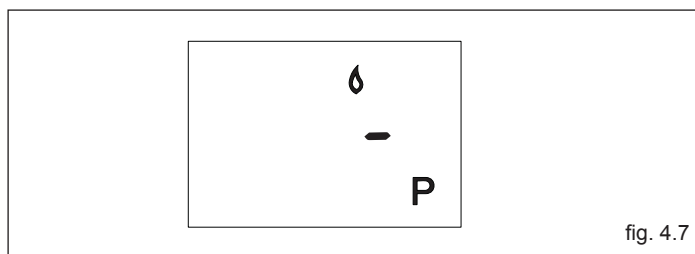

fig. 4.7
**Preriscaldamento** (acqua calda più veloce): ruotando la manopola regolazione temperatura acqua sanitaria (fig. 4.6) sul simbolo  si attiva la funzione preriscaldamento, il visualizzatore mostra il simbolo **P** fisso. Riportare la manopola di regolazione temperatura acqua sanitaria nella posizione desiderata. Questa funzione permette di mantenere calda l'acqua contenuta nello scambiatore sanitario al fine di ridurre i tempi di attesa durante i prelievi. Il visualizzatore indica la temperatura di mandata dell'acqua riscaldamento o dell'acqua sanitaria in base alla richiesta in corso. Durante l'accensione del bruciatore, in seguito ad una richiesta di preriscaldamento, il visualizzatore mostra il simbolo **P** lampeggiante e l'icona fiamma (fig. 4.7). Per disattivare la funzione preriscaldamento ruotare nuovamente la manopola regolazione temperatura acqua sanitaria sul simbolo . Riportare la manopola di regolazione temperatura acqua sanitaria nella posizione desiderata. La funzione non è attiva con caldaia in stato OFF: selettore di funzione su  spento (OFF) (fig. 4.1a).